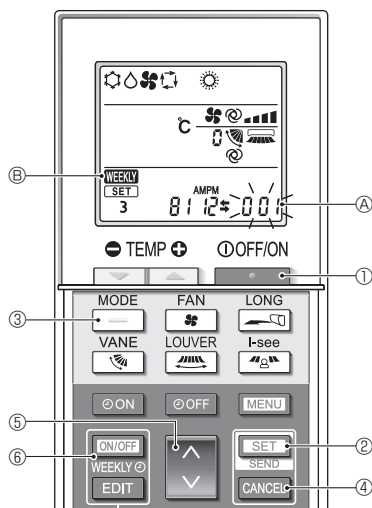

Fig. 4-12
- Druk op de toets **MENU** ②.
4.12.8. De AUTO-stand uitschakelen (Fig. 4-12)
1. Druk op de toets **STOP** ① om de airconditioner te stoppen.
2. Als de Week-timer ingeschakeld is, druk dan op de toets **ON/OFF WEEKLY** ⑥ om de timer uit te schakelen. (**WEEKLY** ⑥ verdwijnt.)
3. Houd de toets **SET** ② gedurende 5 seconden ingedrukt.
5. Druk op de toets **UP** ④.
7. De instellingen voltooiën (Fig. 4-12)
8. Houd de toets **SET** ② gedurende 5 seconden ingedrukt.